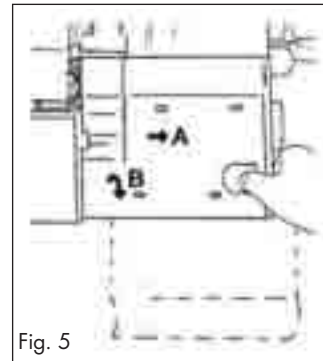

Fig. 5
- Skub frontafdækningen ⑩ til højre (A), og træk den hen mod dig (B) (fig. 5). Bag frontafdækningen ⑩ kan du se griberrummet.